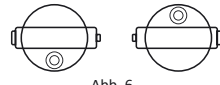

Abb. 6
a) Spielen Sie die Libellenblase mit Hilfe der Fußschrauben ein. Drehen Sie das Fernrohr um  $180^\circ$ . Überprüfen Sie, ob die Libellenblase immer noch in der Mitte ist (Abb.6).